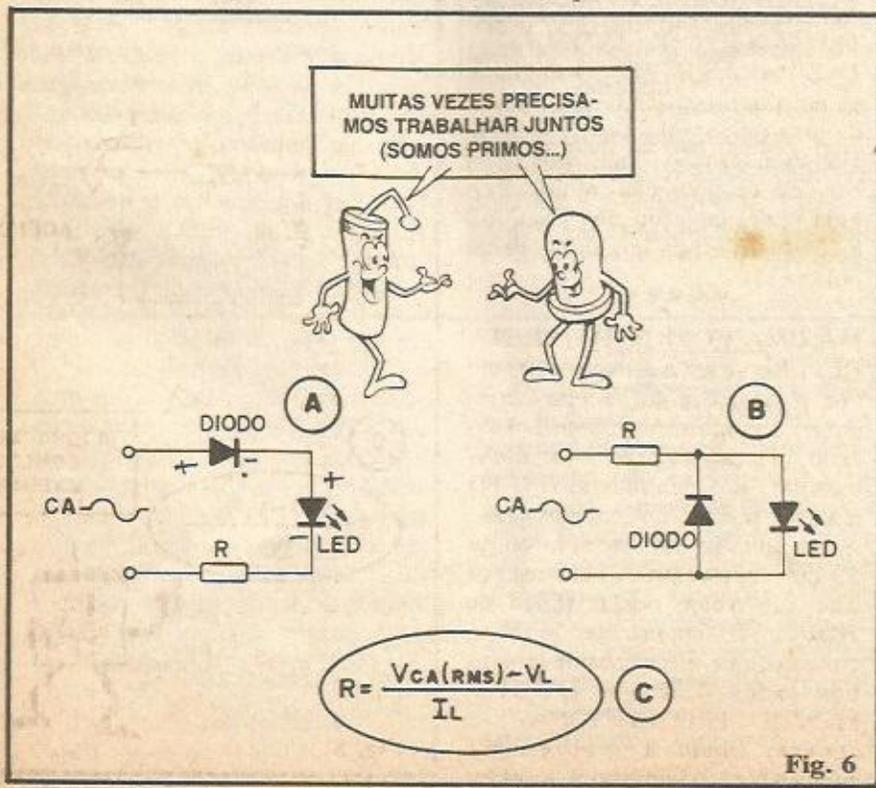
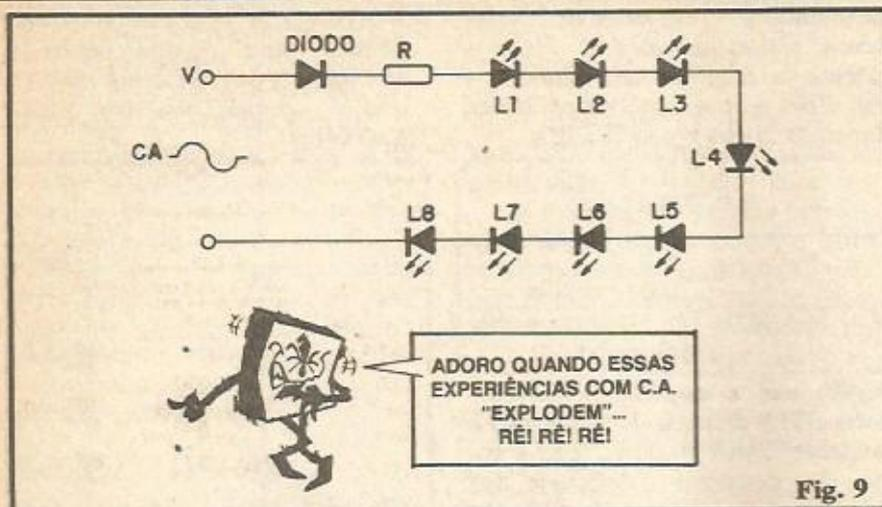

Fig. 6
Fig. 9
FIG. 6-A - OS-LEDs EM C.A. - Como não pode funcionar com polarização inversa (além de não acender, pode queimar-se, se ultrapassado o parâmetro de tensão reversa máxima), se quisermos fazer um LED acender sob alimentação em Corrente Alternada, algumas providências essenciais devem ser tomadas:
do os inversos... Como fazer isso? Duas semanas de férias pagas, com casaco de pele, no deserto do Iraque, para quem respondeu: "USANDO UM DIODO..." É isso mesmo! Conforme vimos na 3ª "Aula" do ABC, o diodo, corretamente posicionado, pode bloquear a passagem dos semi-ciclos da C.A. que não nos interessam, deixando passar apenas os que estão no sentido necessário ao acendimento do LED! Assim, o esqueminha da fig. 6-A é uma das soluções para a questão...
- FIG. 6-B - Tem um outro jeito de solucionarmos o problema de acionar um LED sob C.A.: no lugar de usar um diodo como "bloqueador" dos semi-ciclos inversos da C.A. (em série com o LED e o resistor limitador, portanto, como na fig. 6-A), podemos também utilizá-lo como "desviador" desses indesejados semi-ciclos! No caso, o diodo fica em paralelo com o LED, porém inversamente polarizado em relação a este! Como a queda de tensão natural do diodo é bem menor do que a do LED, o primeiro literalmente desvia os semi-ciclos inversos (em relação ao que o LED "quer"...). Lembrar, contudo, que também nessa configuração, o resistor limitador é obrigatório, desde que a tensão C.A. de alimentação seja maior do que os 2V inerentes ao LED.
- FIG. 6-C - Conforme vimos na 3ª "Aula" do ABC, quando nos referimos ao valor de uma tensão C.A., geralmente usamos o parâmetro referente à sua TENSÃO MÉDIA QUADRADA (RMS). Por exemplo: quando dizemos que a tensão C.A. domiciliar, num determinado local, é de "110 volts", estamos mencionando o valor RMS dessa tensão, já que nos momentos de "pico", ela pode atingir mais de 150V ( $110 \times \sqrt{2}$ , lembrem-se...?).
Onde VCA é a tensão C.A. (RMS) disponível, VL é a queda de tensão natural do LED (2V) e IL a corrente sob a qual queremos que o LED funcione (tipicamente 20mA, máximo 40mA, como já vimos). Em qualquer dos exemplos práticos da fig. 6, o cálculo ficaria assim, se quisermos acionar o LED pela energia presente numa tomada domiciliar de 110V, sob corrente de 20mA:
- FIG. 9 - E se os pré-requisitos para o cálculo forem: "um monte" de LEDs e alimentação pela C.A. da tomada...? Nada mais simples! Basta "ampliar" o que foi visto na fig. 6-A, "seriando" todos os LEDs, usando o DIODO/série para retificar a C.A. e o inevitável resistor limitador (também em série com o "resto da fila"...). Não esquecer que a tensão V (no cálculo do valor de R) será o valor RMS da C.A. disponível, a corrente será igual em todos os LEDs (e também no resistor R e no diodo...), mas que VL (queda de tensão nos LEDs) deverá ser, pré-calculado pela fórmula  $VTL = VL1 + VL2 + \dots + VL8$ . Façam os cálculos e verifiquem que o valor ôhmico de R ficará **menor**, quantos mais sejam os LEDs "enfileirados"... Calculem também a dissipação em R e notem que a "wattagem" do resistor também fica **menor**, à medida que mais e mais LEDs são colocados na "fila"... Por quê isso ocorre...?